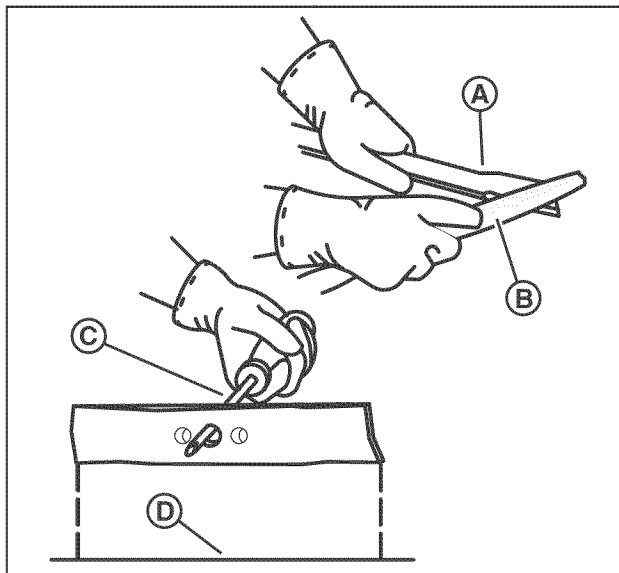

Figure 19: Aiguiser la lame
4. Aiguiser la lame (A, Figure 19, page suivante) avec une lime (B). Ne pas modifier l'angle du biseau original.
5. S'assurer que la lame est équilibrée. Utiliser un tournevis (C) et maintenir la lame parallèle au sol (D) comme indiqué. Une lame bien équilibrée reste parallèle au sol. Si la lame n'est pas bien équilibrée, l'extrémité plus lourde tournera vers le sol. Aiguiser l'extrémité lourde jusqu'à équilibrer la lame.